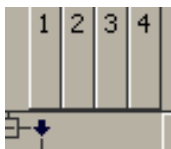

Рис. 3.17 Уровни иерархии групп в Дереве.
- развернуть все группы, находящиеся на одном уровне иерархии, можно нажатием по номер уровня группы в верхней части вида «Дерево» (Рис. 3.17).